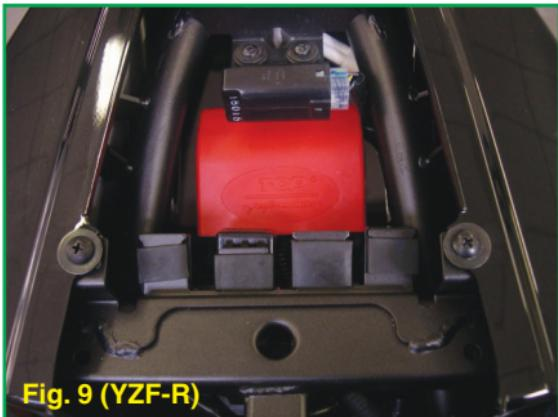

Fig. 9 (YZF-R)
- Posizionare la centralina TFI sotto la sella del passeggero nella zona posteriore del telaio(Fig. 9 ) e fissarla tramite gli adesivi dual lock in dotazione quindi sistemare il cablaggio dei cavi fino al motore. Si consiglia di fissare il cablaggio al telaio in alcuni punti utilizzando fascette di plastica per evitare danneggiamenti.